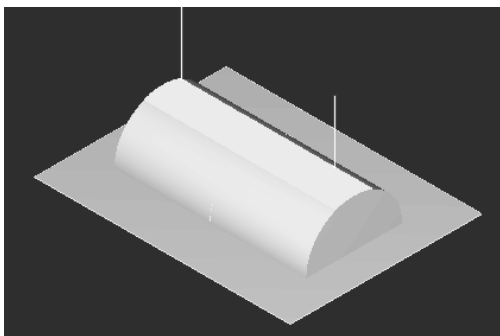

图 1-84 浅平面精加工刀具路径
5) 浅平面精加工刀具路径如图 1-84 所示。将本例保存为“浅平面.mc9”文件。